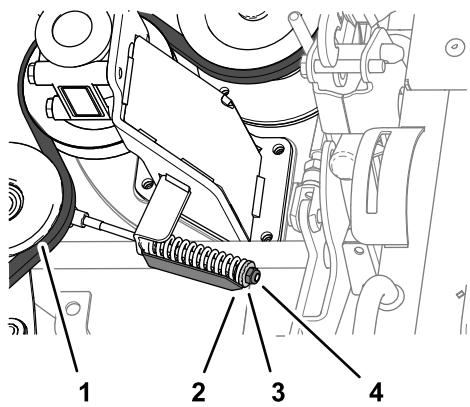

図 133
4. ベルトテンショナのプーリからベルトを外せる程度まで、ベルトテンショナのジャムナットをゆるめる図 133。
2. ジャムナットの締めつけるテンションインジケータの矢印がワッシャの外側表面と同じになるまで締め付ける図 133。